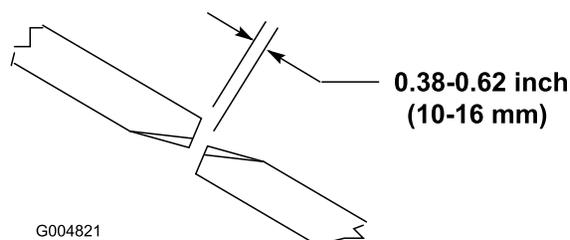

Figura 27
Para garantir o correcto funcionamento da unidade de corte, tem que haver uma folga de 10 a 16 mm entre as extremidades das lâminas das unidades de corte lateral e central (Figura 27).
2. Rode a lâmina central e a lateral adjacente de forma a que as suas extremidades fiquem alinhadas. Meça a distância entre as extremidades das lâminas. A distância deve ser de aproximadamente 10 a 16 mm (Figura 27).